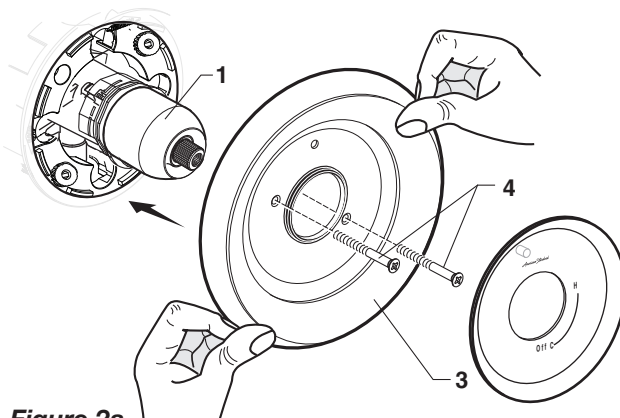

Figure 2a.
- **Figure 2a.** Enfoncez l'ÉCUSSON (3) sur le CAPUCHON (1) et fixez-le sur le corps de valve avec des VIS LONGUES (4).